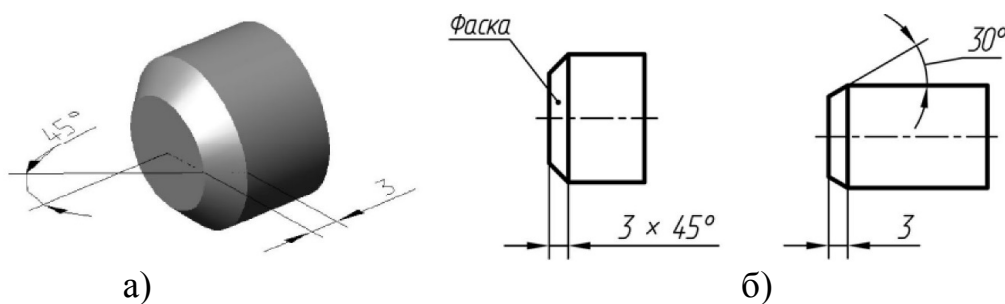

Рис. 76. Размеры фасок
12. Так наносят размеры фасок, когда угол равен 45° – высота усеченного конуса (рис. 76, а). Когда угол не равен 45° , размеры фасок наносят, как на рис. 76, б).